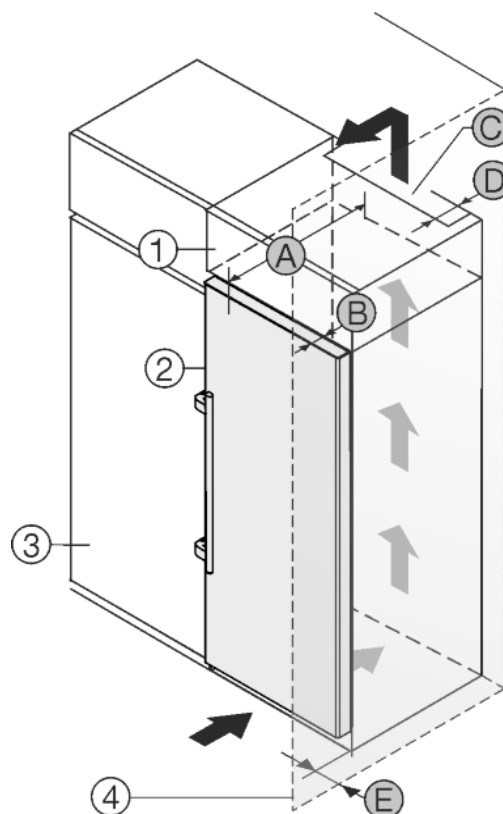

Fig. 20
Okoli naprave lahko vgradite kuhinjske omare. Za poravnavo naprave Fig. 20 (2) s kuhinjskimi elementi lahko nad napravo postavite ustrezno nadgradno omarico Fig. 20 (1).
Napravo lahko postavite neposredno zraven kuhinjske omare Fig. 20 (3). Da vrata lahko odpirate, mora naprava štrleti ven vsaj za globino Fig. 20 (B) glede na fronto kuhinjske omare. Odvisno od globine kuhinjskih omar in uporabe stenskih distančnikov lahko naprava štrli bolj ven.
- Na zadnji strani nadgradne omarice mora biti zaradi prezračevanja in odzračevanja po vsej širini nadgradne omarice prezračevalni jašek širine Fig. 20 (D).
- Pod stropom je treba upoštevati presek prezračevanja Fig. 20 (C).
Če napravo s tečaji postavite poleg stene Fig. 20 (4), morate upoštevati razdaljo Fig. 20 (E) med napravo in steno. To ustreza velikosti ročaja pri odprtih vratih.